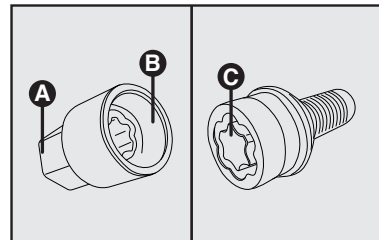

fig. 4
- Retirar da bolsa de ferramentas a chave soquete (ou em local opcional no veículo) **fig. 4**, que destrava o mecanismo antifurto.
- O destravamento da roda deve ser realizado encaixando a extremidade **B** da chave soquete **fig. 4** no encaixe **C** do parafuso especial de retenção da roda. Na extremidade **A** deve ser encaixada a chave de roda fornecida com o veículo;